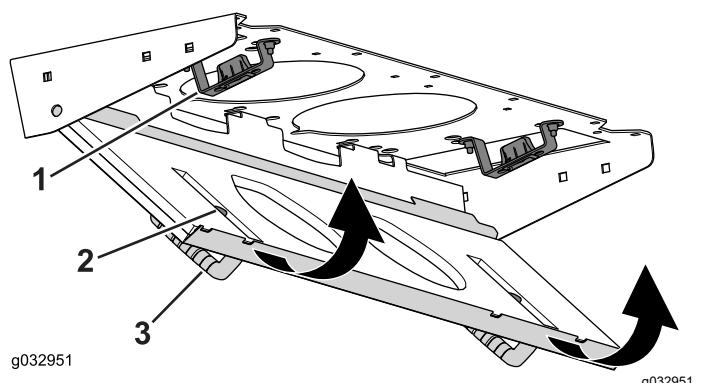

Figure 89
4. Faites pivoter le filtre sur les languettes jusqu'à ce que le pêne s'enclenche dans la gâche (Figure 89).